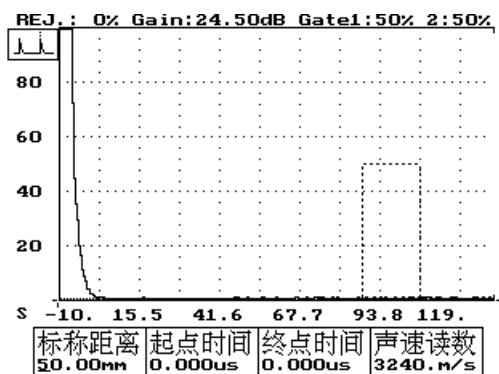

图 9-4
5、按进入键——进入声速校准功能，屏幕显示如图 9-4 所示，同时在标称距离参数下有一“—”光标，提示用户在光标提示处输入新的标称距离参数值。